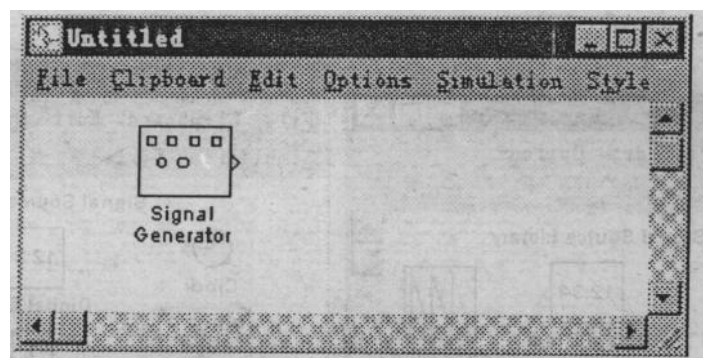

图 6-7
(4) 当鼠标指针已移到自己的模型窗口中, 并在所需要放的位置时, 松开鼠标。这时 Signal Generator 模块就出现在自己的模型窗口中, 如图 6-7 所示。